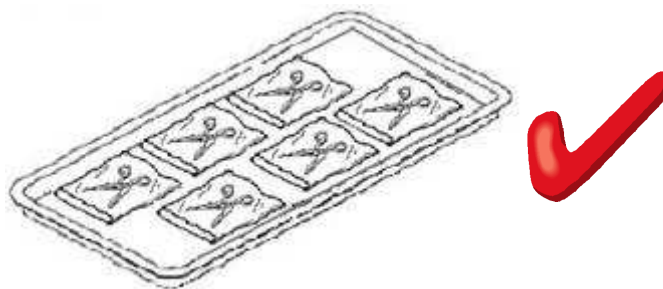
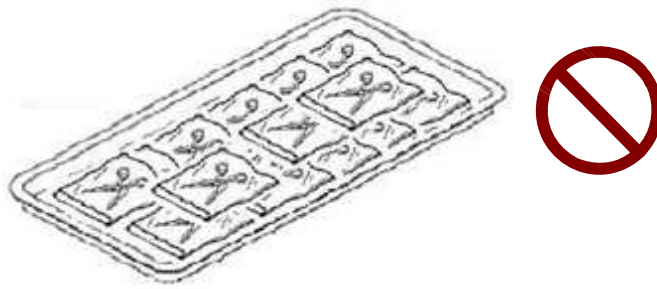

Figura 52
Figura 53
**Advertencia:** Si los implementos son empaquetados con mangas de esterilización, asegúrese de no apilarlas. Siga la Figura 52 para la colocación correcta y no superponga las mangas como en la Figura 53 asegurando así la calidad de esterilización.